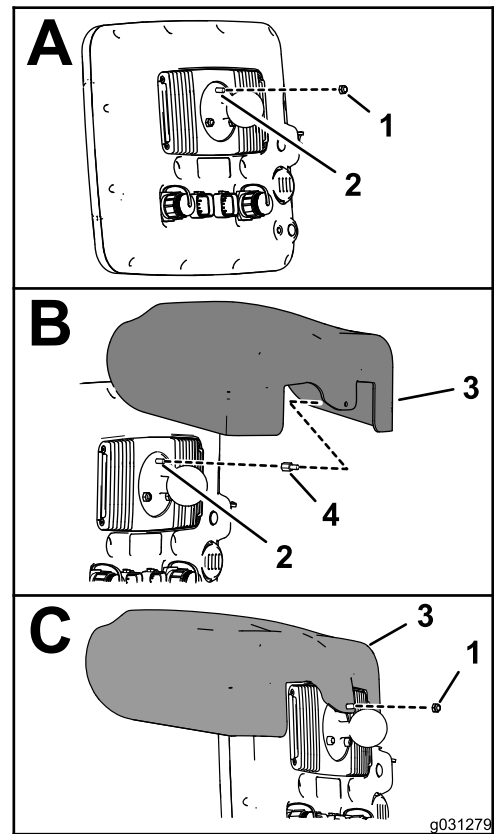

Figure 149
1. Au dos du moniteur de pulvérisation, les 2 connecteurs (26 broches) étant en bas, retirez le contre-écrou supérieur (5 mm) du goujon de la fixation à rotule (Figure 149).
3. Vissez la cheville dans le goujon de la fixation à rotule (Figure 149) et serrez-la à un couple de 2,50 N·m.
- Alignez le trou dans le capot de l'affichage et la partie goujon de la cheville filetée (Figure 149).
- Fixez le capot sur le moniteur (Figure 149) à l'aide du contre-écrou (5 mm) que vous avez retiré à l'opération 1.